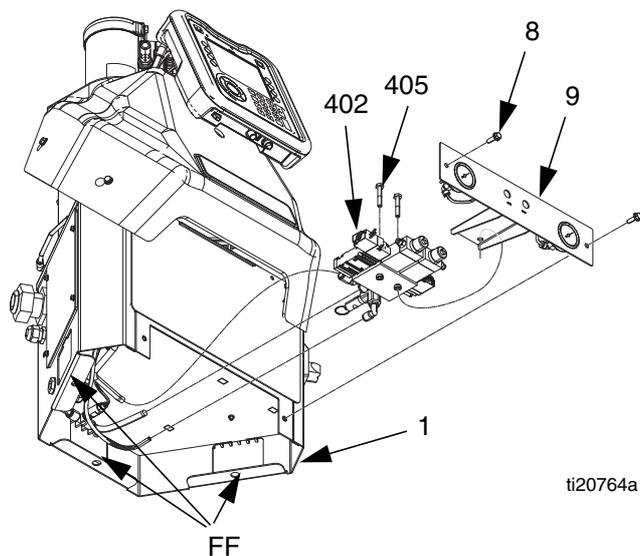

FIG. 47
*Desmontaje (consulte la FIG. 47):*
3. Retire el panel de acceso delantero (10) del armario eléctrico (1).
4. Use una llave de tubo de 3/8 pulg. para retirar los dos tornillos (8).
6. Introduzca las manos por los orificios de acceso (FF), consulte la FIG. 47, en la parte inferior del armario eléctrico; luego desconecte las tuberías de aire de los solenoides de control de aire (402).
8. Retire los dos tornillos (405) que sujetan los solenoides (402) al conjunto de control de aire (9); luego retire los solenoides de control de aire.
*Montaje (consulte la FIG. 47):*
1. Use los dos tornillos (405) para sujetar los nuevos solenoides (402) al conjunto de control de aire (409).
3. Introduzca las manos por los orificios de acceso (FF), consulte la FIG. 47, en la parte inferior del armario eléctrico; luego conecte las tuberías de aire a los solenoides de control de aire (402).
4. Deslice el conjunto de control de aire (9) en su lugar y luego use dos tornillos (8) para sujetar al armario eléctrico (1).